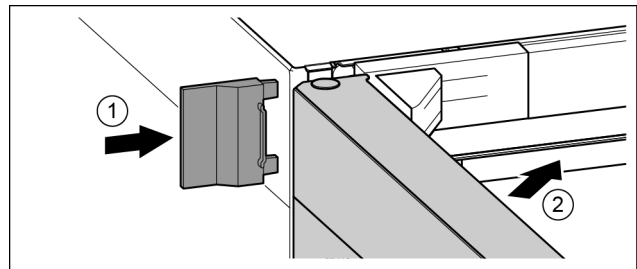

Fig. 26
- ▶ Надвинуть внешнюю крышку. Fig. 26 (1)
- ▶ Закрыть верхнюю дверь. Fig. 26 (2)